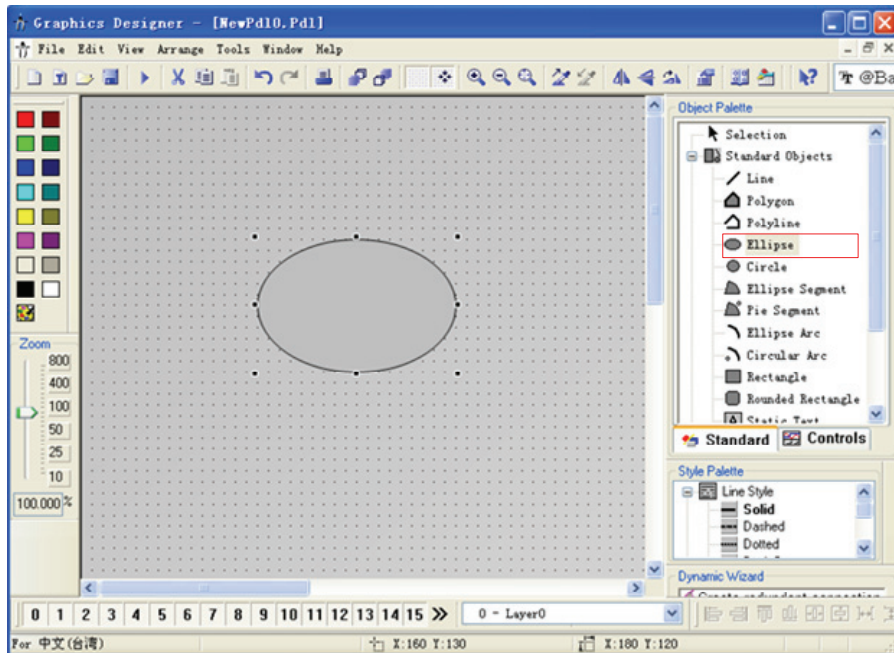

图 6-15 插入画面对象示例
- 4) 松开鼠标的左键，完成对象插入，如图 6-15 所示。